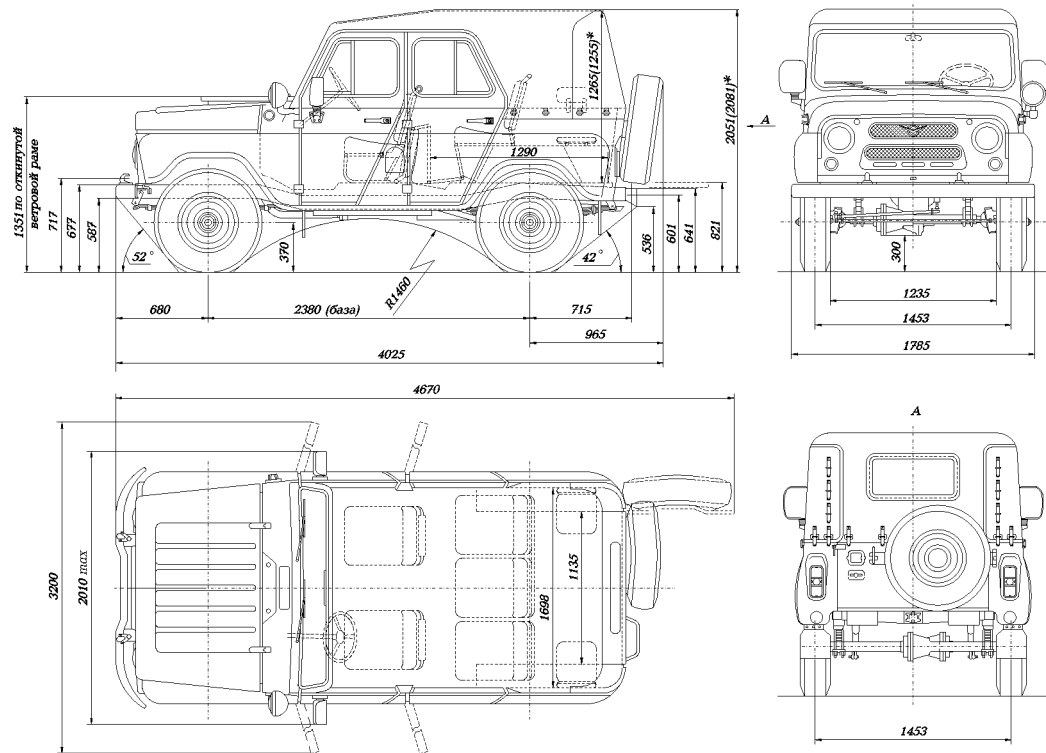

Рис. 1.7. Основные размеры автомобиля УАЗ-3151 (размеры даны для справок)
Размерные данные показаны на рис. 1.7, 1.8, 1.9
**Примечание.** Размеры автомобилей с мостами с бортовой передачей см. на рис. 1.7